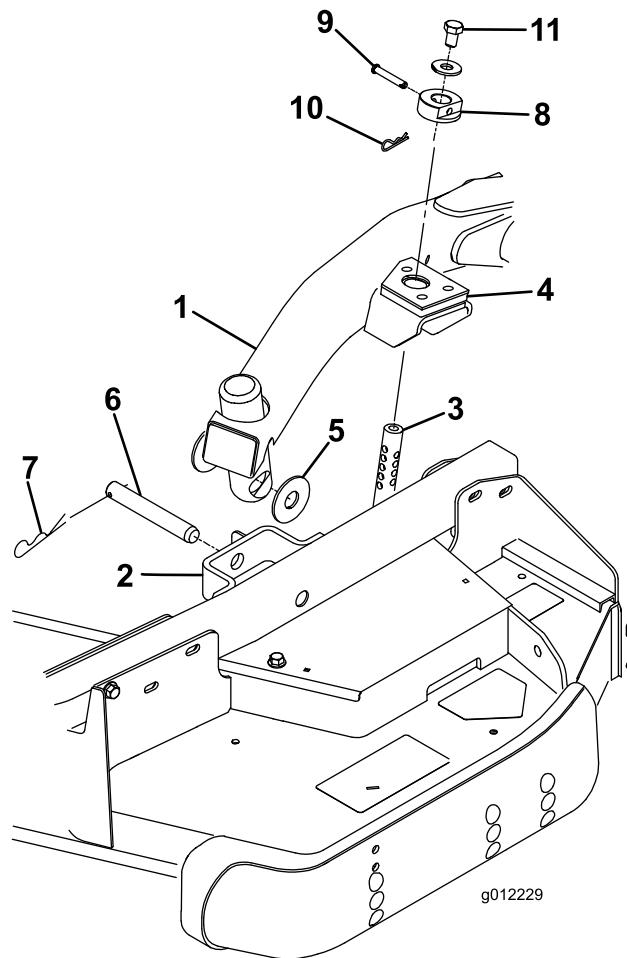

Figure 28
4. Placez le levier de relevage en position de flottement. Poussez un bras de relevage vers le bas jusqu'à ce que ses trous soient alignés sur ceux du support du bras pivotant. Il est alors possible d'introduire la tige de réglage de hauteur de coupe dans les patins du bras de levage (Figure 28).
5. Fixez le bras de relevage au bras pivotant avec (2) rondelles de butée, un axe de chape et une goupille fendue. Placez les rondelles de butée entre le bras de relevage et le support de bras pivotant (Figure 28). Insérez l'extrémité de la goupille fendue dans la fente de la patte du bras pivotant pour retenir la goupille fendue.
axes de chape et les goupilles fendues (Figure 28). La tête de l'axe de chape doit être dirigée vers l'avant du plateau.
10. Montez un boulon  $1/2 \times 3/4"$  et une rondelle sur chaque tige de réglage de hauteur de coupe (Figure 28).